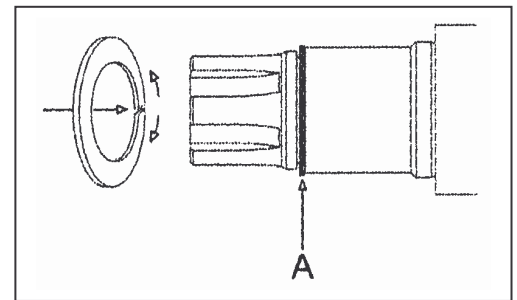

Figure 19
- e) Pour monter les cales, les ouvrir légèrement et les glisser jusqu'à l'épaulement de l'arbre (voir fig. 19). Les cales neuves ne sont pas coupées, les couper avec une paire de ciseaux avant montage.
- f) Remonter le joint O'Ring (31) pour maintenir les cales en position.
- g) Remonter les rotors et serrer les vis de fixation (59) au couple correct. Revérifier le jeu et réajuster si nécessaire.